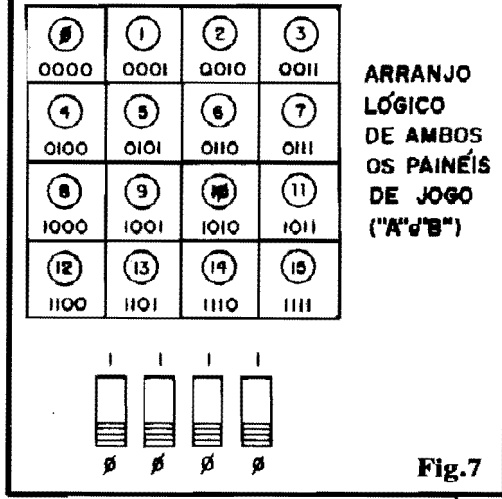
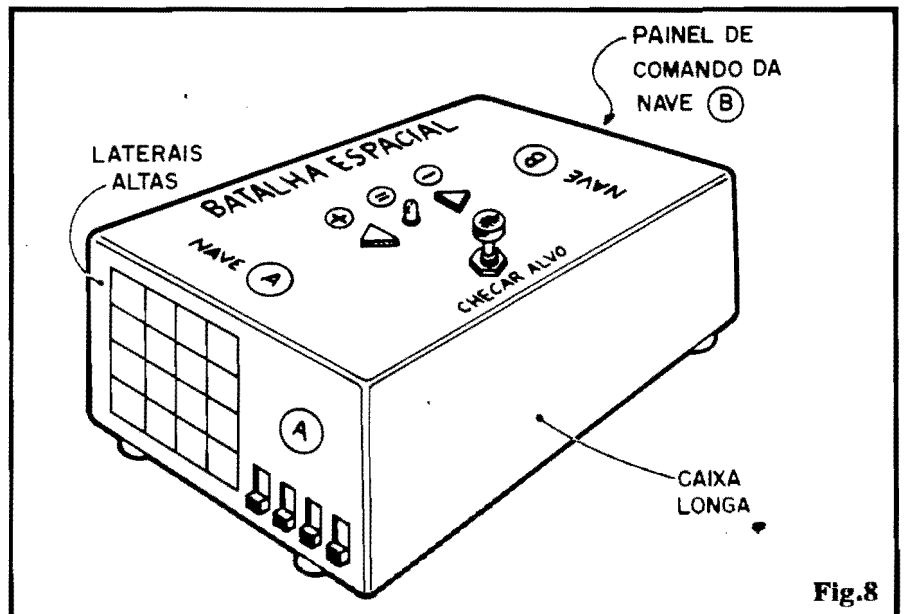
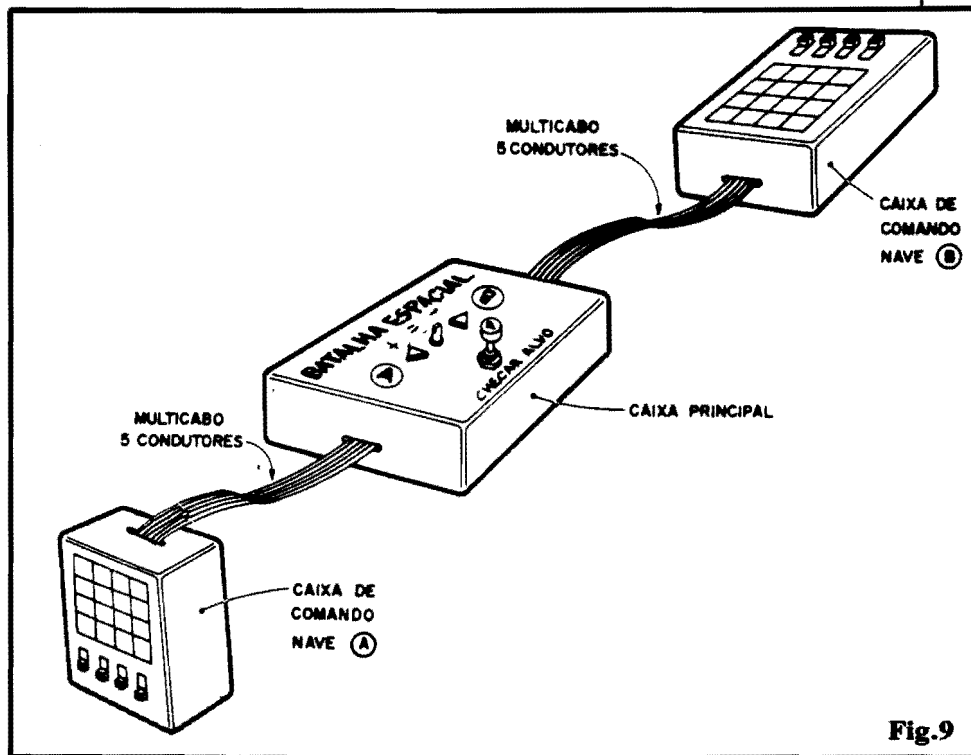

Fig.7
Fig.8
Fig.9
- - Caixa (ou caixas...) para abrigar a montagem (ver sugestões e soluções mostradas nas figs. 8 e 9...).
- - Multicabo (5 condutores), necessário para algumas das opções de lay out final da montagem (ver fig. 9)
- FIG. 7 - OS PAINÉIS DE JOGO (COMO "ESCREVER" DE "zero" a "15", EM BINÁRIO, ATRAVÉS DA CHAVES)... - Na notação binária (que "serve" para contar, escrever números, "fazer contas", etc., igualzinho ocorre com os algarismos decimais (0 a 9...), só existem os dígitos ou algarismos "0 e 1" (se nós, seres humanos, tivéssemos apenas um dedo - e não os 10 que temos - provavelmente desenvolveríamos intuitivamente toda uma aritmética e uma matemática binária - que
devem ser estabelecidos um padrão de 16 quadrantes, conforme ilustra a fig. 7, numerados (em decimal e em binário) de zero a 15. Logo abaixo do dito painel podem ficar os quatro interruptores correspondentes, com suas duas posições nitidamente codificadas com "0" e "1", de modo que seja fácil ao jogador referenciar a "criação" (através do posicionamento dos interruptores) do número binário correspondente ao quadrante escolhido (tanto para "esconder" a nave, quanto para "atingir com um disparo"...). É interessante notar que, após jogar algumas dezenas de partidas, o Leitor/Hobbysta já terá, intuitivamente, "decorado", a própria notação binária, o que lhe facilitará muito, no futuro, se resolver, "enveredar" pelos caminhos da Eletrônica Digital, Computação, etc., a nível de soft ware.
- FIG. 8 - SUGESTÃO SIMPLES PARA ACABAMENTO DO JOGO - A disposição mais elementar para a BATALHA ESPACIAL é a mostrada na ilustração: numa caixa retangular de convenientes dimensões, as duas laterais menores devem ser destinadas à aplicação dos painéis de jogo (ver fig. 7) e dos conjuntos de interruptores correspondentes aos dois jogadores ("A" e "B"). No painel principal (face superior da caixa) podem ficar tanto o push-button de "CHECAR ALVO" quanto o conjunto de três LEDs indicadores da comparação de magnitude. Notem que tudo deve ser convenientemente demarcado, com caracteres adesivos ou transferíveis (painéis, interruptores, LEDs indicadores, etc.) de modo a promover claras identificações
- **FIG. 9 - VERSÃO MAIS SOFISTICADA PARA O ACABAMENTO** - Sempre tem os Hobbystas mais "caprichosos", que gostam de dar um "ar" profissional às suas montagens... Para esses, damos a sugestão da fig. 9, com os painéis de jogo destacados e individualizados, interligados à caixa "mãe" através de multicabos de 5 condutores (basta uma "olhada" mais atenta ao "chapeado" da fig. 5 para entender o **porquê** dos 5 condutores...). Nessa configuração, os painéis/interruptores individuais poderão ser acondicionados em caixinhas bem "maneiras" e elegantes, que ficam na mão do jogador... Circuito, pilhas, LEDs e **push-button** de "CHECAR ALVO", ficam na caixa principal (a disposição básica seria a mesma da fig. 8). Quem quiser "avancar" ainda mais na concepção prática do **lay out** do jogo, poderá até dotar os multicabos de conetores múltiplos, de modo que, ao guardar o conjunto, as "caixas de comando" da nave "A" e "B" possam ser completamente desligadas da "central", compactando o conjunto... Tais detalhes e sofisticções, contudo, ficam por conta da habilidade, criatividade e gosto de cada Leitor...